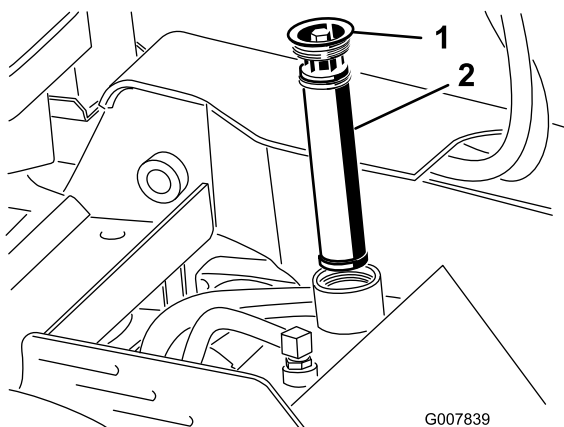

Bild 55
5. Entfernen und entsorgen Sie alten Filter (Bild 55).
6. Setzen Sie den Ersatzhydraulikfilter und den Deckel (Bild 55) ein und ziehen Sie die Schraube oben mit 13-15,5 Nm an.
6. Entfernen Sie den Deckel des Hydraulikbehälters und den Filter (Bild 55).
12. Setzen Sie den Hydraulikfilter und den Deckel (Bild 55) ein und ziehen Sie die Schraube oben mit 13-15,5 Nm an.